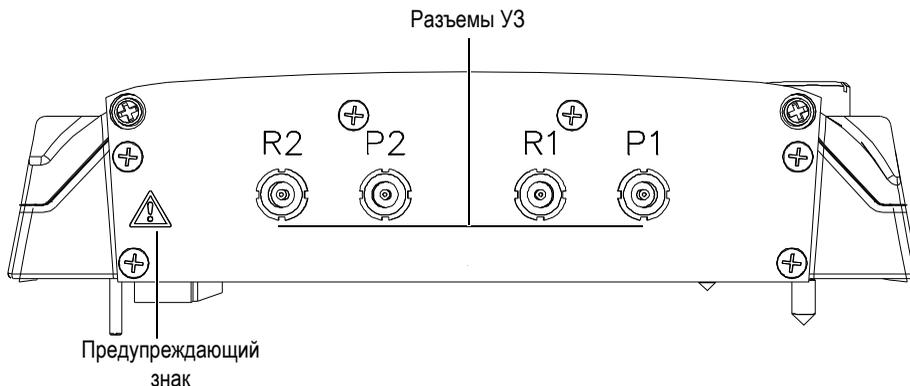

Рис. N-1 Вид модуля сбоку
- Во избежание поражения электрическим током не прикасайтесь к внутренним контактам разъемов LEMO. Напряжение на внутреннем контакте разъемов УЗ может достигать 340 В. Предупреждающий знак рядом с разъемами LEMO указывает на риск поражения электрическим током (см. Рис. N-1 на стр. 204).